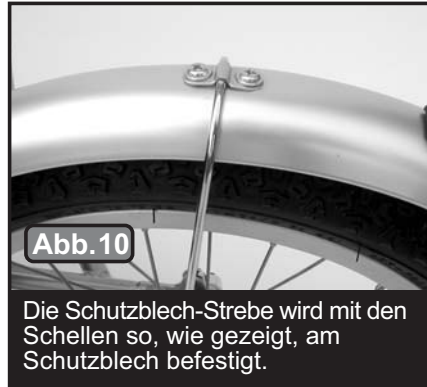

Abb. 10
B) Anbringen der Schutzblech-Halterung - Zunächst muss die Schutzblech-Halterung am Schutzblech befestigt werden. Hierzu die äußere Befestigungsschelle auf die beiden Löcher im Schutzblech setzen und gem. Abb. 10 ausrichten. Die Schrauben von der Außenseite des Schutzblechs durch die Löcher führen. Die mit Gewinde versehene Befestigungsschelle an der Innenseite des Schutzblechs ansetzen und die Schrauben mit einem Schraubendreher festziehen.